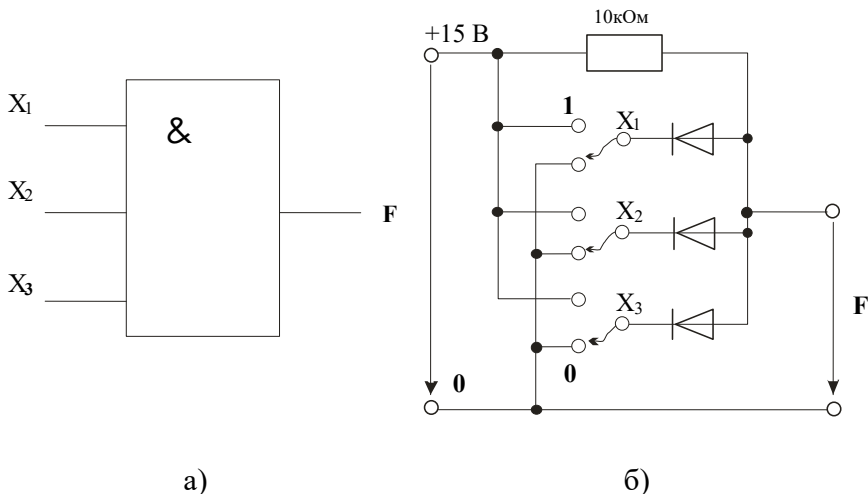

Рисунок 1 – Логический элемент AND с тремя входами
1.1. Соберите цепь согласно схеме (рис. 1, б). Подайте последовательно к входам x_1 , x_2 и x_3 , как указано в таблице 1: 0 В \equiv сигнал 0 \equiv уровень низкого потенциала, +15 В \equiv сигнал 1 \equiv уровень высокого потенциала.